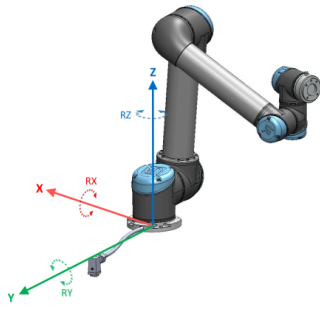

Figure 13.1: 基部のフィーチャー
- 基部フィーチャーは、ロボット基部中心を起点に位置します (図 13.1 参照)